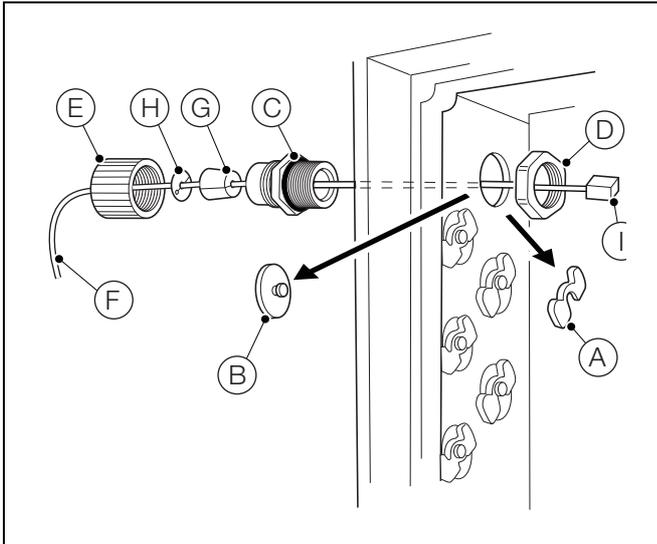
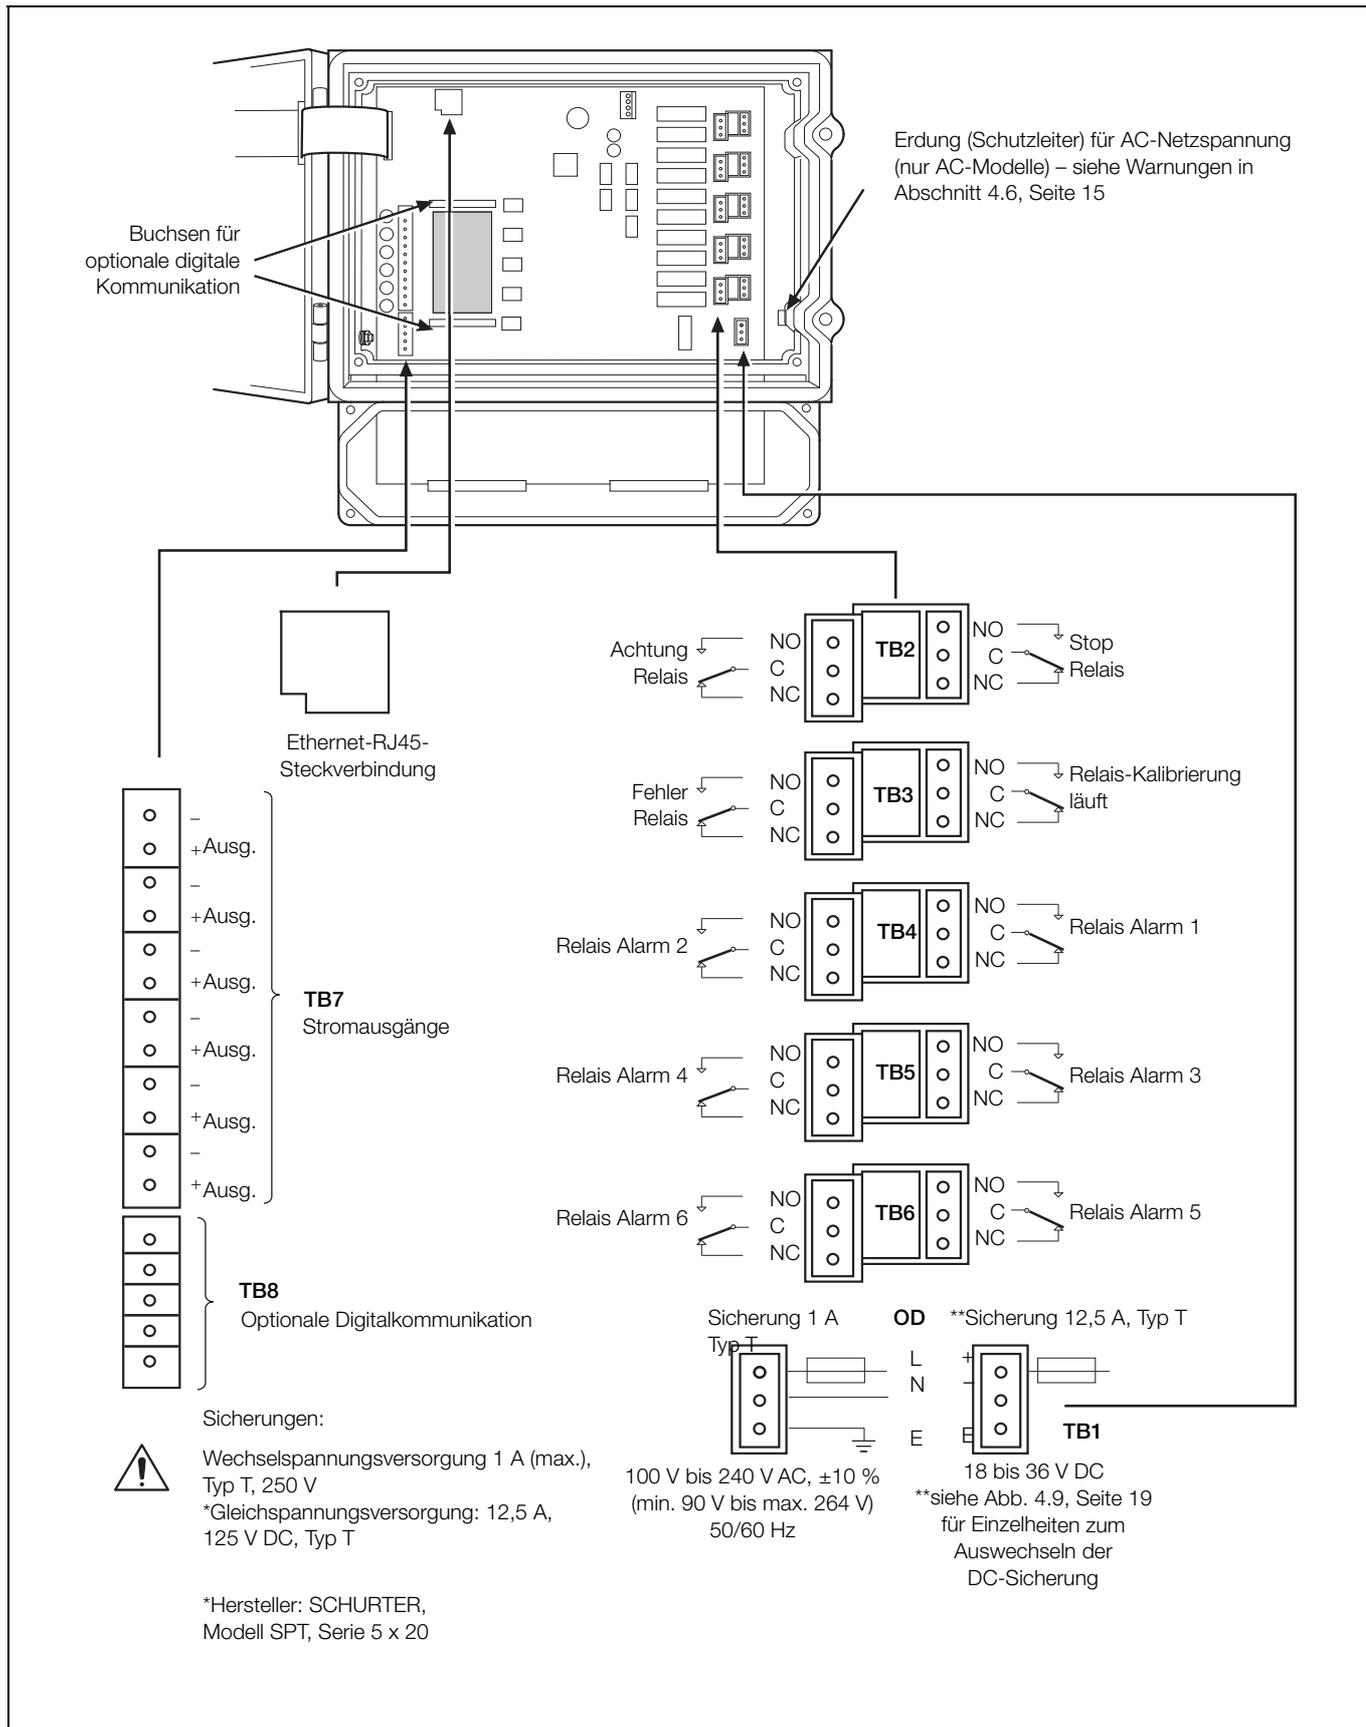

Abb. 4.6 Ethernet-Anschlüsse
Abb. 4.7 Anschlussübersicht
- Achten Sie darauf, dass die richtigen Sicherungen installiert sind (siehe Sicherungsdetails Abb. 4.7, Seite 18).
- Definitionen zu den Beschriftungen der Anschlüsse auf der Anwendungsplatine für die Anschlussklemmen finden Sie in Abb. 4.7 auf Seite 18.
1. Drehen Sie die beiden Befestigungsschrauben der Klappe der Elektronik-Einheit (A)  $1/4$  D Drehung entgegen dem Uhrzeigersinn und entfernen Sie die Klappe.
2. Entfernen Sie die vier Schrauben (B) mit einem Kreuzschlitz-Schraubendreher und entfernen Sie die transparente Abdeckung (C).
3. Entfernen Sie an allen Kabeleingängen den Blindstopfen, indem Sie die Sicherungsklammer (D) vom Blindstopfen (E) schieben.
4. Bringen Sie die Kabelverschraubung (F) an, und befestigen Sie sie mit der Mutter (G).
5. Entfernen Sie die Abdeckung der Kabelverschraubung (H), und ziehen Sie das Kabel (I) durch die Abdeckung.
6. Ziehen Sie das Kabel durch die Kabelverschraubung (F) und das Gehäuse.
7. Entfernen Sie alle Klemmenblockstecker (J), und verbinden Sie die Kabelenden mit einem kleinen Schlitz-Schraubendreher mit dem Stecker. Achten Sie darauf, dass die Drähte mit den richtigen Klemmen verbunden sind (siehe Abb. 4.7, Seite 18).
9. Ziehen Sie die Stopfbuchsenmutter (H) jeder Verbindung fest.
11. Nachdem alle Anschlüsse vorgenommen wurden, bringen Sie die transparente Abdeckung (C) wieder an und sichern Sie sie mit den vier Schrauben (B). Schließen Sie die Klappe der Elektronik-Einheit, und sichern Sie die, indem Sie die beiden Befestigungsschrauben (A)  $1/4$  im Uhrzeigersinn festdrehen.
2. Siehe Abb. 4.6:
- a. Entfernen Sie den Blindstopfen, indem Sie die Sicherungsklammer (A) vom Blindstopfen (B) schieben.
- b. Bringen Sie die Kabelverschraubung (C) an und befestigen Sie sie mit der Mutter (D).
- c. Entfernen Sie die Abdeckung der Kabelverschraubung (E) und ziehen Sie das Kabel (F) durch die Abdeckung.
- d. Ziehen Sie das Kabel durch die zweiteilige Gummihülse (G) und den Sprengring (H).
- e. Ziehen Sie das Kabel durch die Kabelverschraubung (C) und in das Gehäuse.
- f. Stecken Sie den RJ45-Anschluss (I) in die Ethernet-RJ45-Buchse auf der Anwendungsplatine (Position siehe Abb. 4.7, Seite 18), und ziehen Sie die Stopfbuchsenmutter (E) fest.